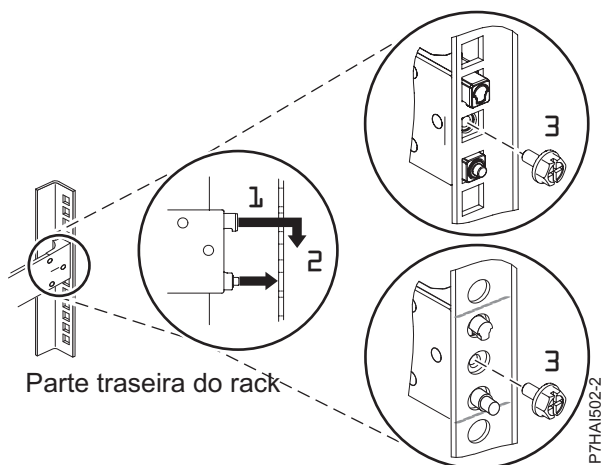

Figura 20. Alinhando e Encaixando os Pinos nos Orifícios na Parte Traseira do Rack
direção para inserir os dois pinos nos orifícios do rack (1) e abaixe o trilho deslizante para baixo (2) para encaixar o gancho no pino superior. Para obter detalhes, consulte Figura 20. Assegure-se de que os dois pinos apareçam através dos orifícios do rack antes de prosseguir para a próxima etapa.